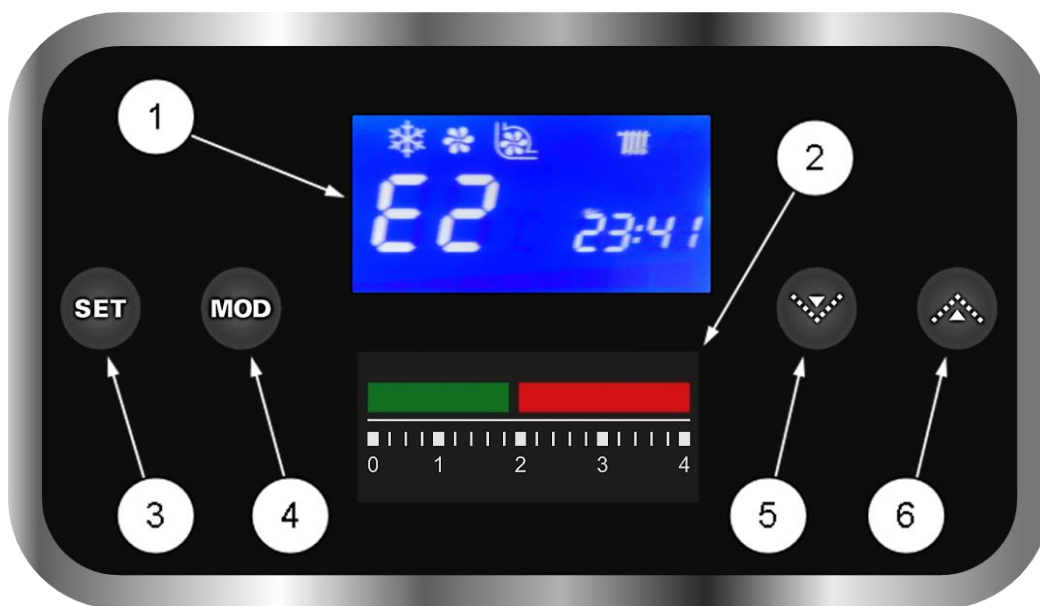

Рис. 39 Панель управления котлом
На передней панели котла расположена панель управления (См. Рис. 39).
- Проверьте по манометру (См. Рис. 39) на панели управления котлом давление теплоносителя в котле и СО. Давление должно быть в пределах от 1, 3 до 1,5 бар.